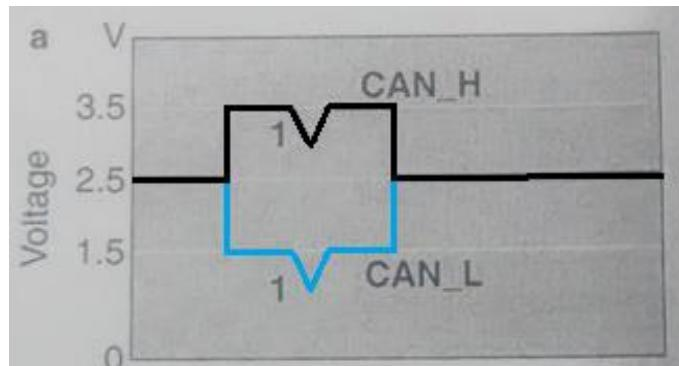
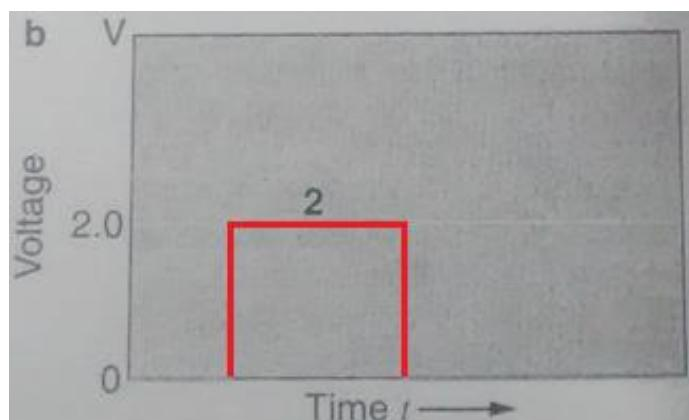

Figura 1: Nivel señales CAN_H y CAN_L con interferencia
Figura 2: Diferencia de señal entre ambas líneas
- El medio físico que se utiliza son dos cables en forma de par trenzado, ya que así se consigue una alta inmunidad contra las interferencias electromagnéticas. También puede apantallarse. Los dos cables se denominan CAN High y CAN Low. Estos facilitan una transmisión simétrica de los datos, el que los bits son transferidos por ambas líneas usando voltajes diferentes. Esto reduce sensiblemente las distintas interferencias, ya que la interferencia afecta a ambas líneas (Figura 1) y pueden ser filtradas mediante la creación de la diferencia entre ambas señales (Figura 2). El cable simple es una manera más económica con respecto al par trenzado. Sin embargo, en este caso debe haber una conexión a tierra común que asuma la función ser segundo cable del bus.